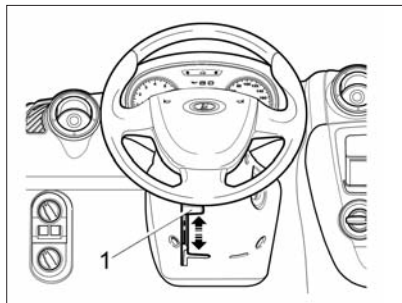

Рис. 12. Регулировка положения рулевого колеса (в варианном исполнении)
**В варианном исполнении** на автомобиле устанавливается регулируемая по углу наклона рулевая колонка. Для выбора оптимального положения рулевого колеса опустите блокирующую рукоятку 1 (рис. 12) вниз и, после установки рулевого колеса в желаемое положение, зафиксируйте рулевую колонку перемещением рукоятки в крайнее верхнее положение.